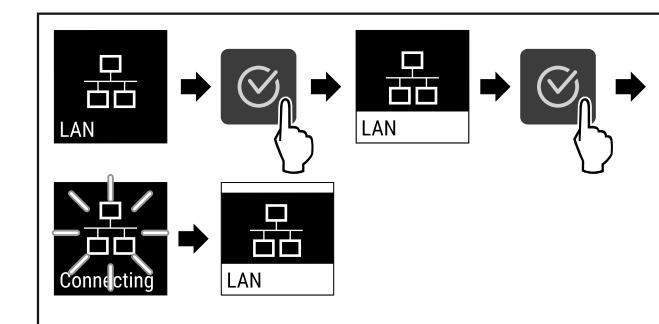

Fig. 90
- Изпълнете стъпките (виж Fig. 90) .